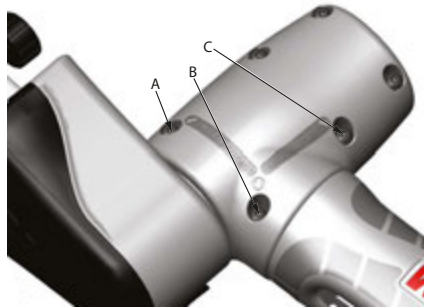

Fig. 4
2. Afloje los tornillos de cabeza M4 "A" y "B": (Ver Fig. 4)
2. Afloje los tornillos de cabeza M4 "B" y "C": (Ver Fig. 4)